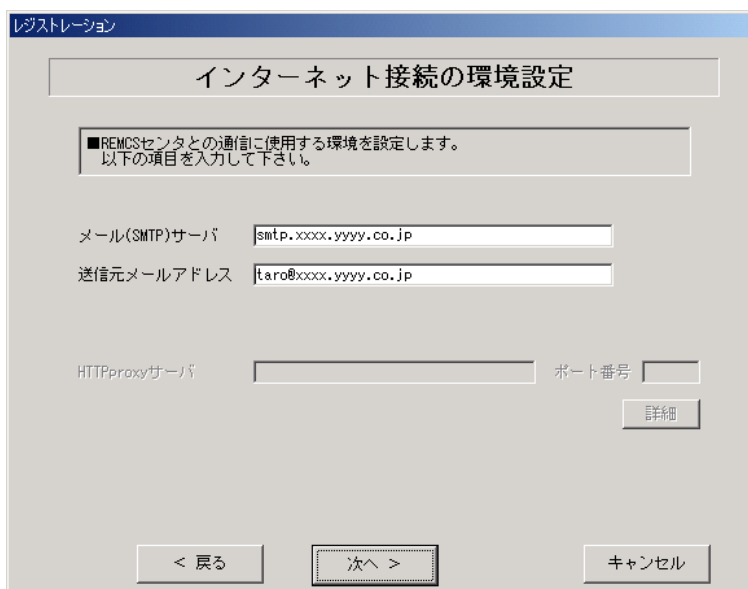

図 4-12 インターネット接続の環境設定(インターネット接続＜メールのみ＞)
- 15** インターネット接続の環境設定を行います(図 4-12、表 4-8)。